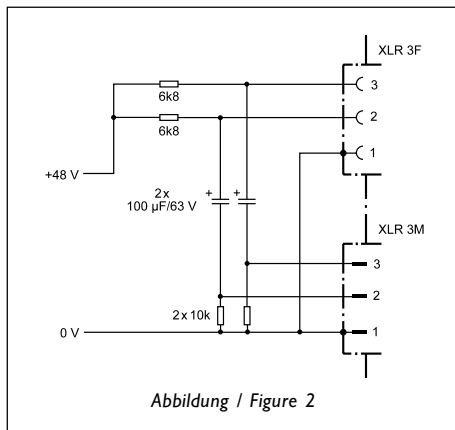

Abbildung 2 / Figure 2
- In jede abgehende Modulationsleitung kann zur Abblockung der 48 V-Gleichspannung eine RC-Kombination eingefügt werden (siehe Abb. 2 und Neumann-Information Nr. 84 221).
- An RC network can be incorporated into every outgoing modulation lead, in order to block the 48 VDC voltage (See Fig. 2 and Neumann information sheet no. 84 221).